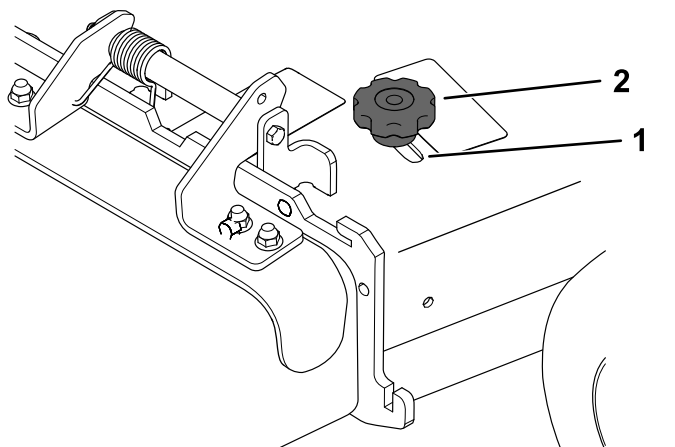

図 23
3. バッフルを調整する場合には、ノブをゆるめる 図 23。